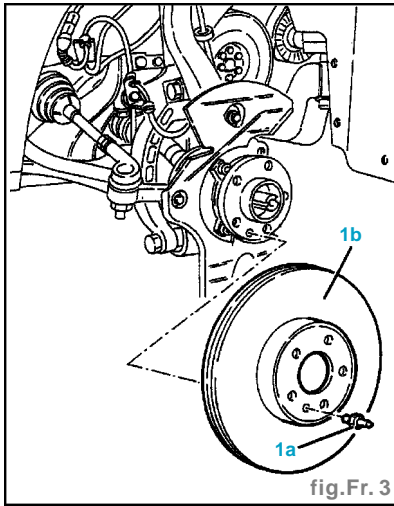

fig. Fr. 3
- Dévisser le pivot (1a) et déposer les disques de freins avant (1b) (fig. Fr. 3).